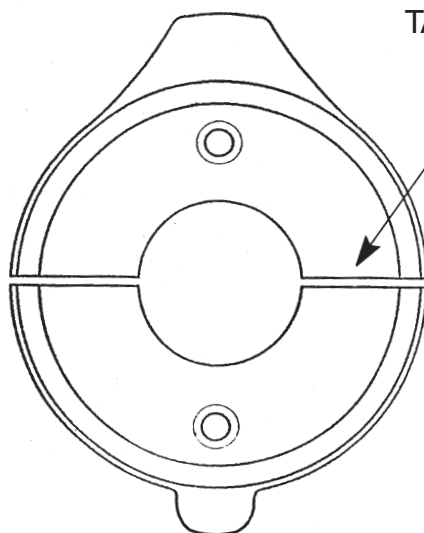

Fig. 11
- Tagliate l'anello (Fig. 11) a metà, avendo cura che il taglio non passi attraverso i fori delle viti.
- Asportate una porzione del taglialenze (Fig. 12), come indicato in figura, in modo da poter raggiungere le viti di serraggio dell'anello (Fig. 11) quando il taglialenza è montato.
- Assemblate i due semi-anelli (Fig. 11) fissandoli sul piede Sail Drive, mediante le apposite viti.
- *Cut the ring anode (Fig. 11) in two halves, avoiding to make the cut through the screw holes.*
- *Assemble the two halves (Fig. 11) fixing them on the sail-drive leg by means of their standard screw.*